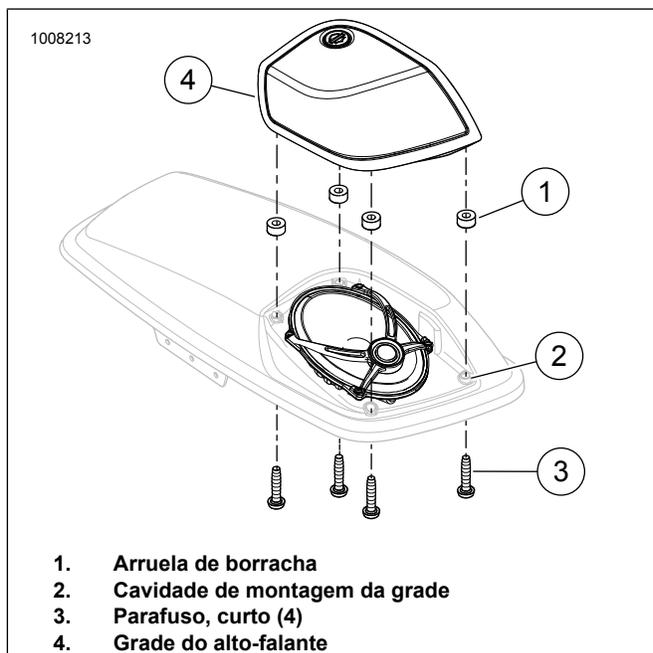

Figura 19. Instalação e remoção da grade
7. Veja a figura 19. Remova os parafusos da grade do alto-falante (3). Guarde para uso posterior.
8. Remova a grade do alto-falante (4). Guarde para uso posterior.
9. Observe a localização das arruelas de borracha (1) para reutilizá-las.